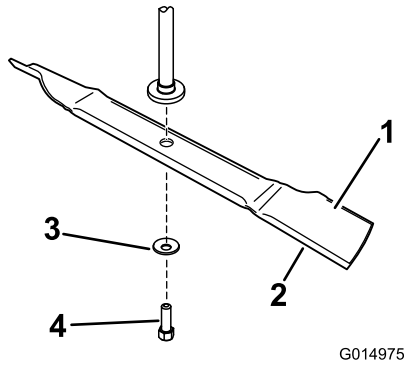

Bild 3
1. Setzen Sie das Messer auf die Spindelwelle (Bild 3).
2. Setzen Sie die Wellenscheibe (Kappenseite zum Messer) und die Messerschraube ein (Bild 3).